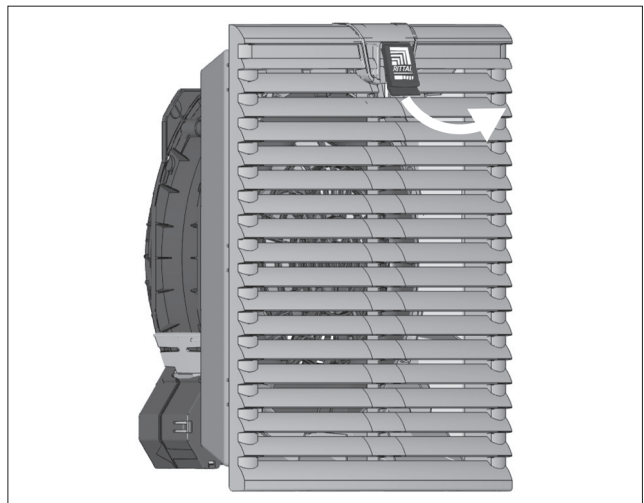

Abb. 6: Entriegelung des Lamellengitters
- Ziehen Sie zunächst das Funktionslogo im Lamellengitter mit dem Finger ein Stück nach oben (siehe Abb. 6).